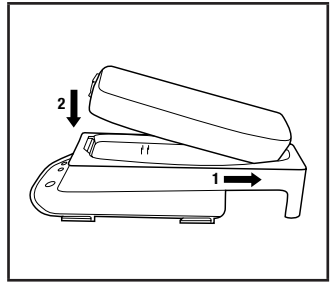

Fig. 2
4. Carregando a Bateria: Assegure que os contatos elétricos dourados na bateria e no carregador estão limpos e livres de detritos (sujeira). Insira a bateria no Suporte do Carregador de Bateria TR-640 deslizando a parte traseira da bateria primeiro. Coloque a extremidade dianteira para baixo e clique no lugar (Fig. 2), o carregamento começará. Consulte a Fig. 4 e Tabela 1 na seção “Especificações” destas *Instruções do Uso* para obter uma lista de indicadores e significados do LED do carregador e tempos de carga da bateria.